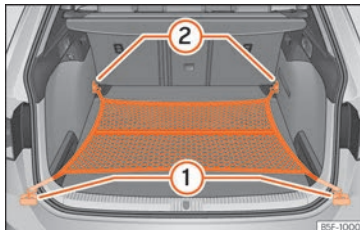

Abb. 151 Im Gepäckraum: flach eingehängtes Gepäckraumnetz (Modell SPORTTOURER ST).
- Hängen Sie die Haken in die Verzurrösen ① und ② » » Abb. 151 ein » » ⚠️. Der Reißverschluss des Gepäckraumnetzes muss dabei nach oben zeigen.